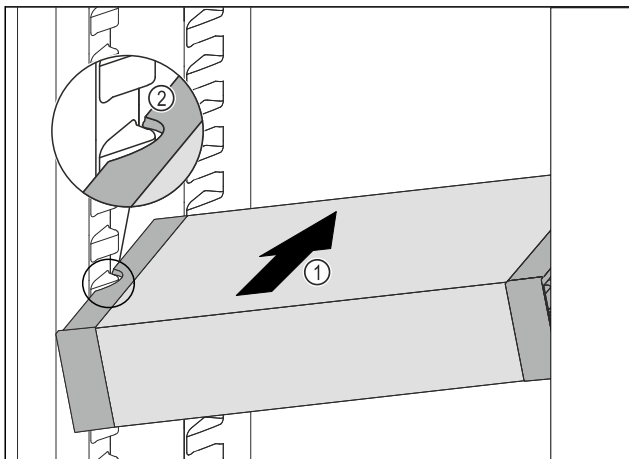

Fig. 59
- ▶ Вкарайте VarioSafe под ъгъл в хладилната част Fig. 59 (1), докато страничните прорези Fig. 59 (2) на VarioSafe се намират на височината на реброто на съда в хладилната част.